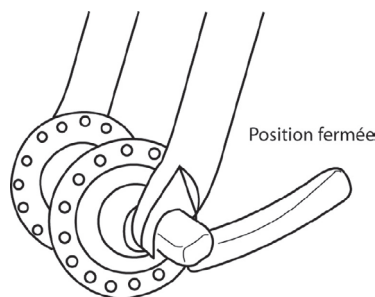

Figure 13
- Poussez fermement la roue dans le fond des pattes de fourche tout en la centrant. Tournez le levier d'attache rapide vers le haut et pivotez-le en position fermée. Le levier doit être parallèle aux fourreaux et recourbé vers la roue (réf. figure 13);